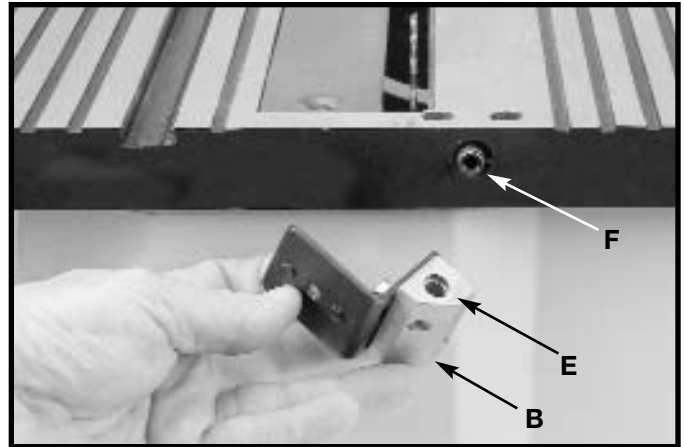

Fig. 11
4. Positionner l'extrémité en retrait (E) fig. 11 du support du couteau séparateur (B) contre l'extrémité de la tige pivot (F), puis la fixer en utilisant l'assemblage de l'ÉTAPE 3.